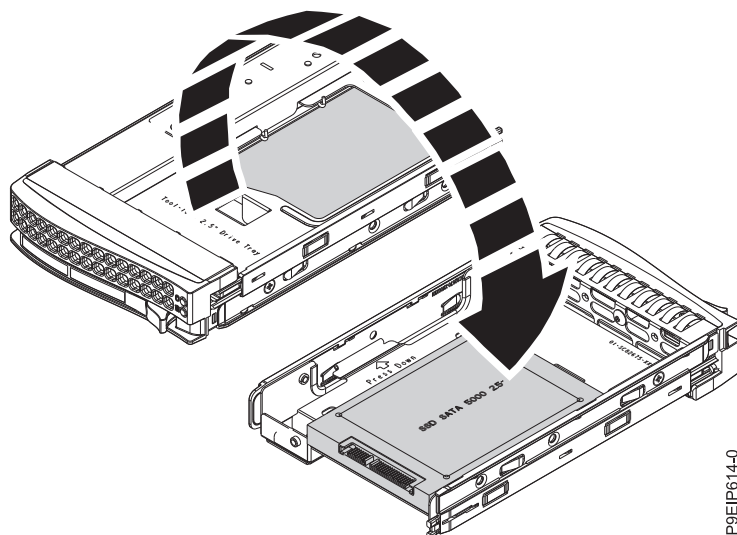

Figura 13. Cómo dar la vuelta a la bandeja de 2,5 pulgadas
- a. Dé la vuelta a la bandeja como se muestra en la Figura 13 en la página 15.